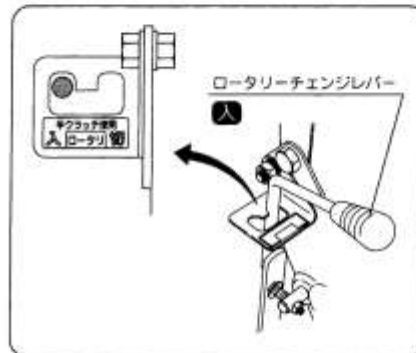

図22
- ロータリレバーを押し上げて、外側に引きながら主クラッチレバーを半クラッチ操作し、軽く「入」位置に入ります。(図22)